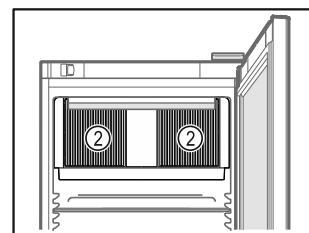

Fig. 60
- ❑ Ne pas obstruer les fentes d'aération Fig. 60 (2) du ventilateur de circulation d'air à l'intérieur de l'appareil.